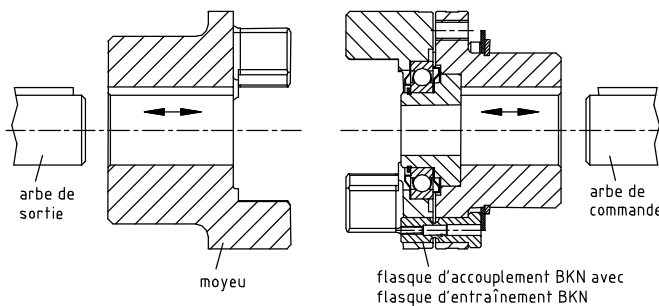

fig. 4: montage des flasques d'accouplement BKN et moyeu
- Monter la flasque d'accouplement BKN avec la flasque d'entraînement BKN et les goupilles de cisaillement sur l'arbre de l'entraînement et le moyeu sur l'arbre du récepteur (voir fig. 4). La face interne des pièces doit raser la face frontale des arbres.